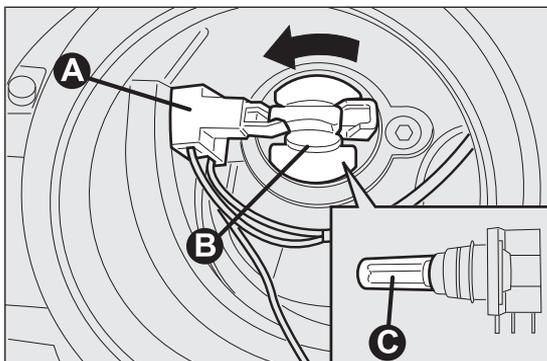

Abb. 192
- den elektrischen Verbinder A Abb. 192;
- Den Lampenhalter B Abb. 192 entgegen dem Uhrzeigersinn drehen und das Aggregat ausbauen;